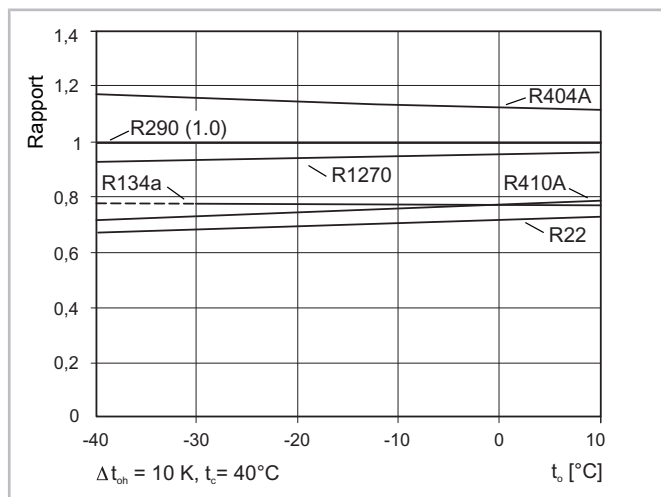

Fig. 6: Débit de liquide de différents fluides frigorigènes par rapport à R290 avec une puissance frigorifique identique
- Dimensionnement de la conduite de liquide identique à celui pour R22 (flux volumétrique de liquide plus élevée, mais perte de pression plus faible due à une densité plus basse), voir figure 6, page 33.